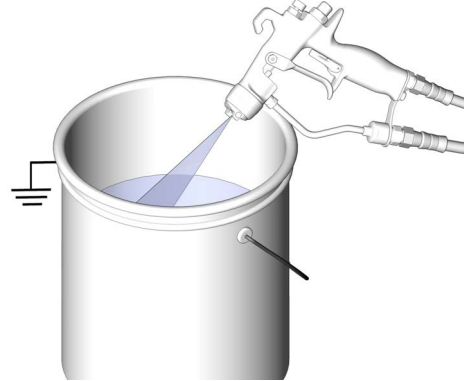

FIG. 12
5. Appuyer la partie métallique du pistolet contre le côté d'un seau métallique relié à la terre. Actionner le pistolet pour relâcher la pression. Voir FIG. 12.